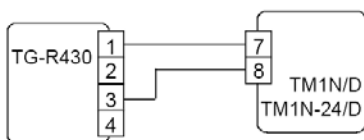

Fig 3
**Punct referință extern** Dacă TM1N/D se folosește cu un dispozitiv extern de setare a punctului de referință (a se vedea fig. 3 și 4), butonul pentru punct de referință de pe capacul frontal trebuie plasat pe 0. Butonul poate fi scos pentru a preveni o resetare accidentală a temperaturii.